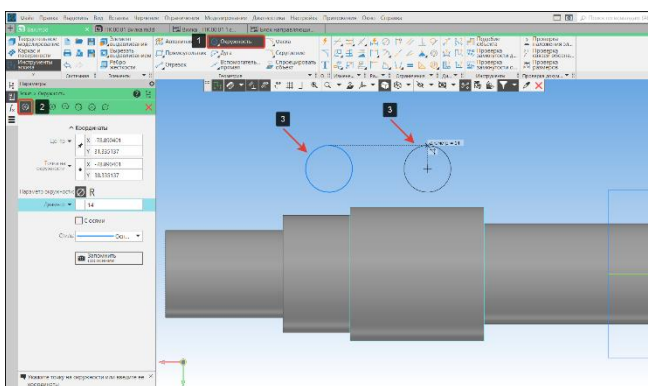

Рисунок 116 – Команда Окружность
- В панели геометрия выберем команду Окружность (1) подоперация окружность (2). Построим 2 окружности произвольного диаметра как показано на рисунке (Рисунок 116);